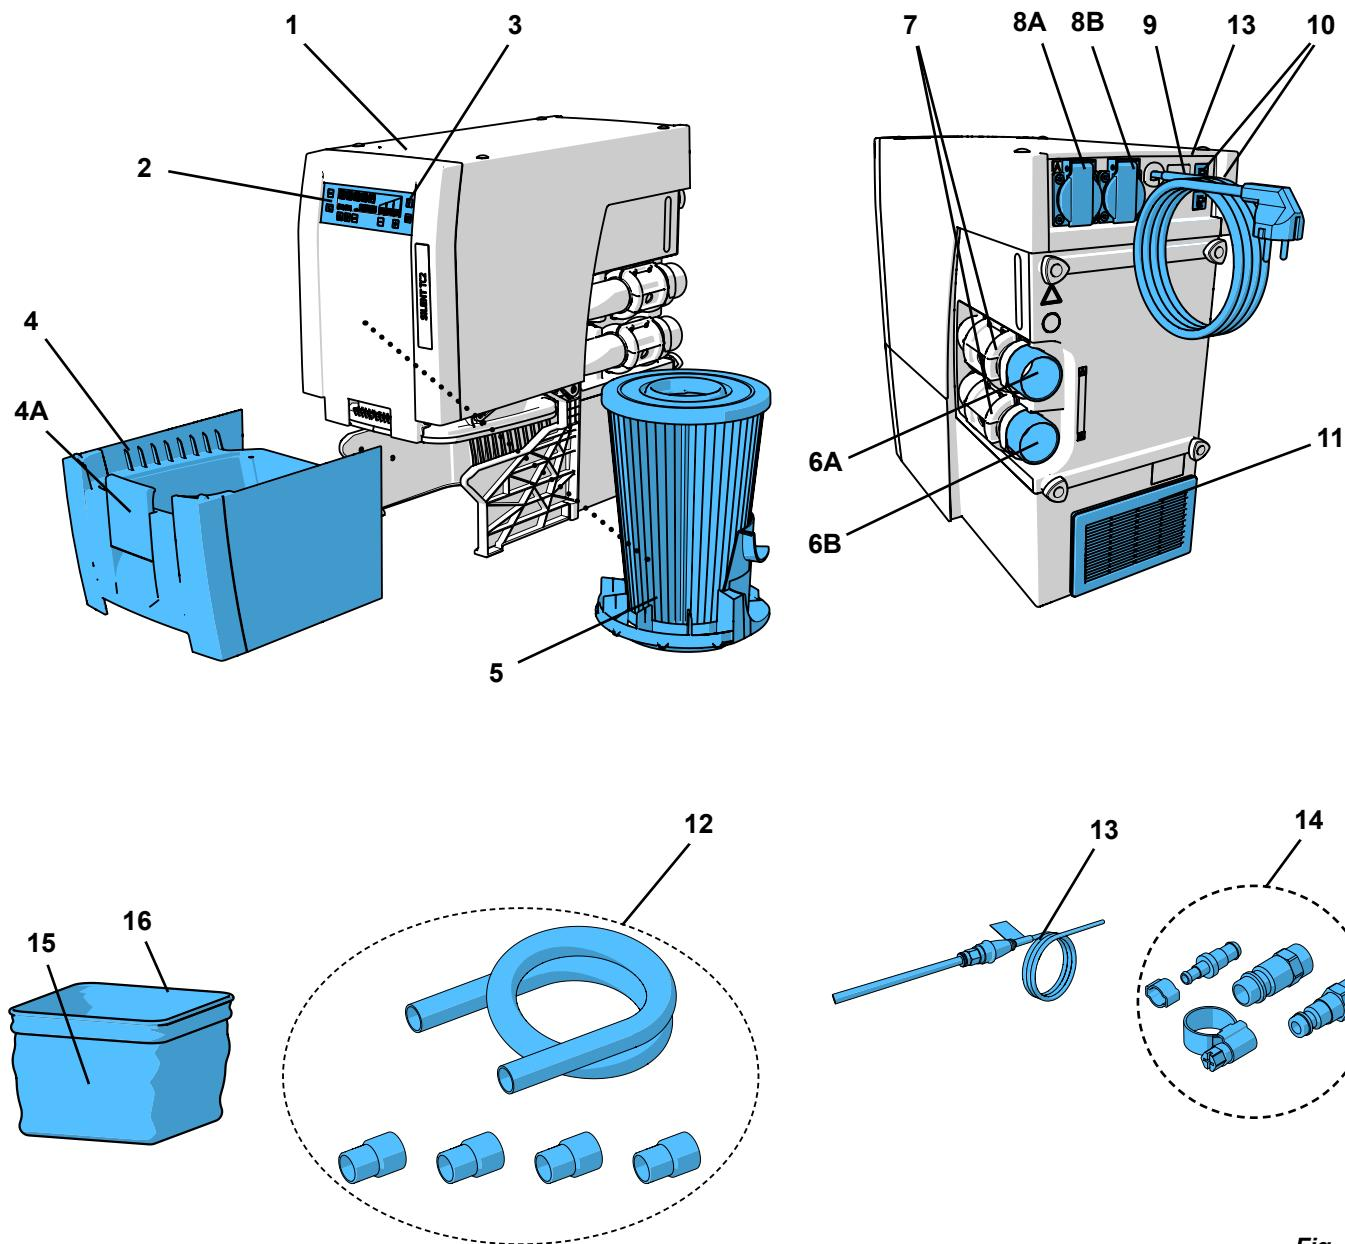

Fig. 1
- udsugningsluftudgangen (11, Fig. 1) ikke påvirkes.
- Ekstern udsugningsluftføring (A) (se kap. 4.7).
- Åbning i skabets bagvæg (B), min. 250 x 120 mm, direkte over for udsugningsluftudgangen (11, Fig. 1).
- Fjern skabets bagvæg (C), afstand mellem skabets bagside og væggen min. 50 mm.
- ⇒ Rul netkablet (9, Fig. 1), og sæt netstikket i bygningsinstallationens stikdåse.
- ⇒ Vælg den passende slangekobling i det vedlagte tilslutningssæt(14, Fig. 1), og sæt den på slangeenden.